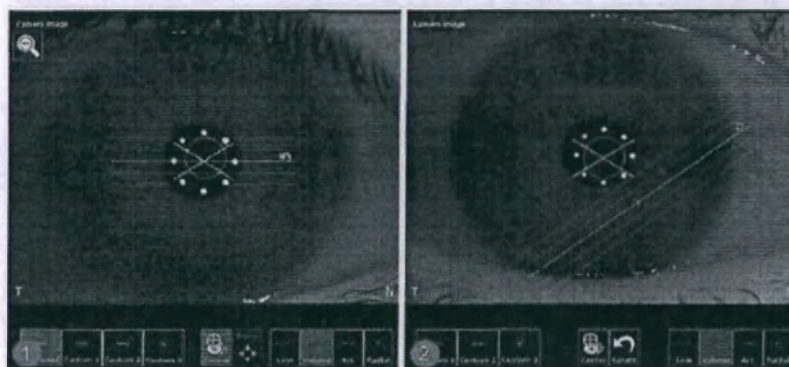

Рис. 78. Шаблон объемного сканирования
По умолчанию шаблоны сканирования центрируются на вершине роговицы глаза (рис. 78). Это обозначается выделенным символом «Центр». Шаблоны сканирования можно вращать и изменять по длине с помощью наложения на сенсорном экране.
► Чтобы разрешить использование смещенных от центра сканов (рис. 78(2)), нажмите «Центр».